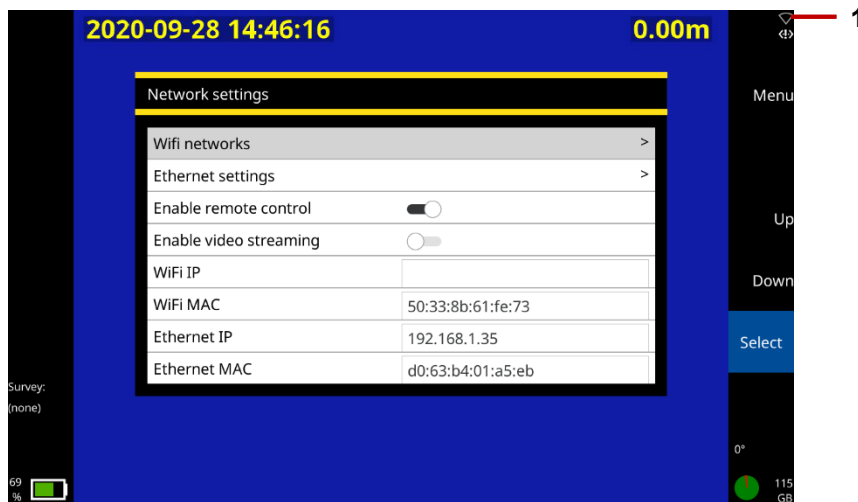

Fig. 8-1: Écran des paramètres réseau avec Commande à distance activée. 1 icône Ethernet indiquant que la connexion est bonne.
10. Vérifiez que l'icône Ethernet dans le coin supérieur droit de l'écran de la console indique que la connexion est activée comme sur la Fig. 8-1.
6. Vérifiez que l'icône Ethernet dans le coin supérieur droit de l'écran de la console indique que la connexion est activée comme sur la Fig. 8-1.